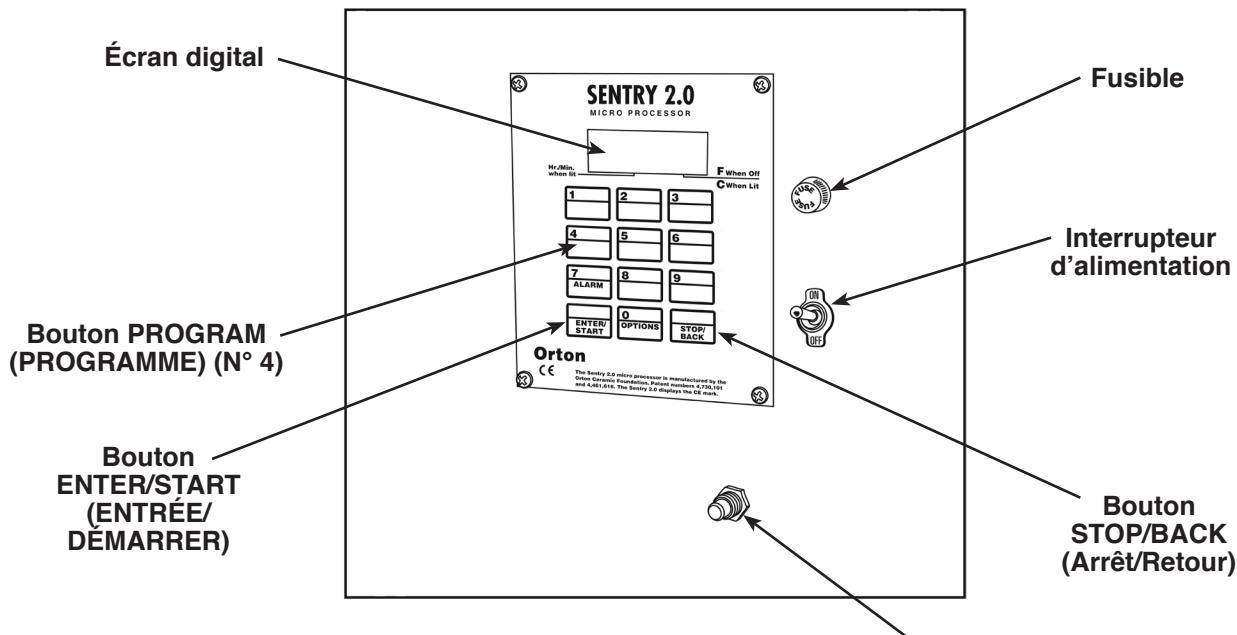

Figure 3
1. Mettez sous tension l'interrupteur d'alimentation situé sur le panneau de commande. Voir Figure 3.